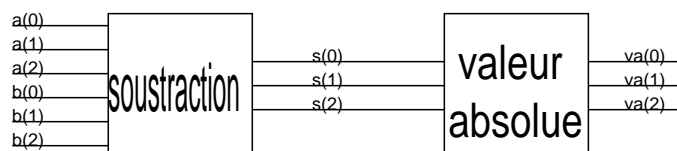

Figure 8: montage calcul valeur absolue
Pour cela on utilise le montage du schéma de la figure 8.
- (a) On désire pipeliner cet opérateur en le découpant en 2 étages, un étage soustraction et un étage valeur absolue. Modifiez le schéma de la figure 8 afin d'obtenir un opérateur pipeliné